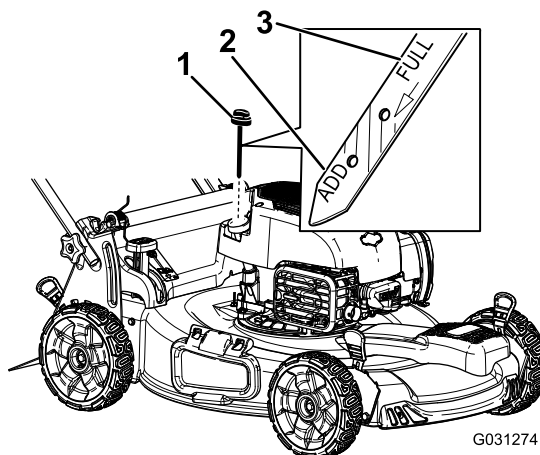

Figure 23
4. Retirez la jauge (Figure 23).
6. Versez de l'huile **lentement** dans le goulot de remplissage pour faire monter le niveau jusqu'au repère du plein (**Full**) sur la jauge (Figure 23). **Ne remplissez pas excessivement.**